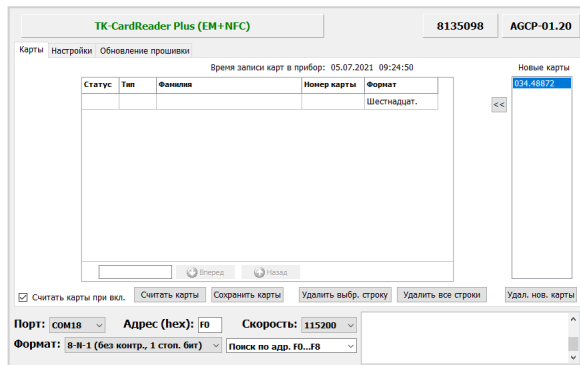

Рис.18. Вкладка «Карты»
2. Считывание номера карты при помощи TK-CardReader Plus. Для этого подключите TK-CardReader Plus к компьютеру и поднесите карту к считывателю. Номер карты будет считан в программу и появится в списке «Новые карты» (Рис.18):